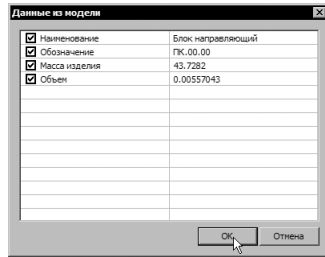

Рисунок 100
3. На вкладке **3D-модель** нажмите кнопку **Получить данные с модели** и в открывшемся окне (рис. 100) нажмите кнопку **ОК**.